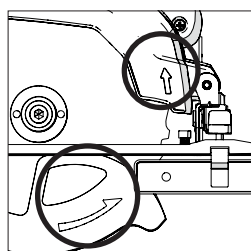

Fig. 6
- Asigurați-vă că săgețile imprimate pe disc, care indică direcția de rotire, corespund săgeților de direcție a rotației de pe scuturile de disc superior și inferior ale uneltei. (**Fig. 6**)